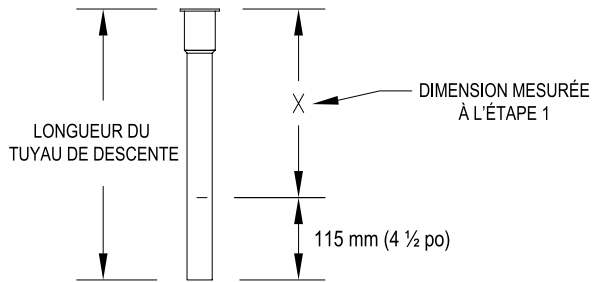

Figure 4.1
- 4.1) Couper le tuyau de descente à la dimension indiquée à la figure 4.1.